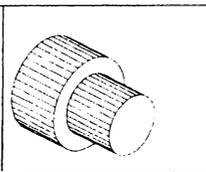

Рис. 3.5.
6. Постройте объекты согласно рис. 3.5.
Для построения рис. 3.5 создайте пользовательскую систему координат (ПСК), для чего выполните следующее: